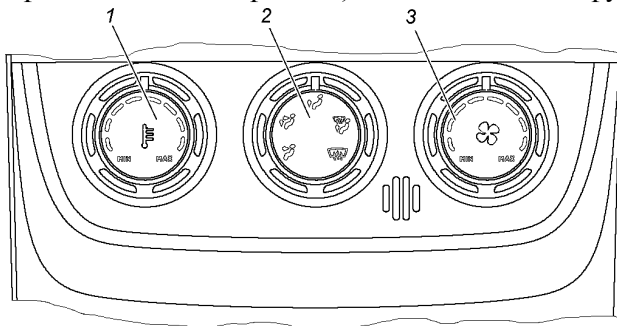

Рис. 3.12. Пульт управления отопителем:
Для подогрева поступающего в салон воздуха поверните рукоятку 1 (рис. 3.12) по часовой стрелке. Рукояткой 2 можно изменять направление потока воздуха по каналам панели приборов согласно пиктограммам, нанесенным на лимб рукоятки:
Приточная вентиляция салона осуществляется по тем же каналам при крайнем положении против часовой стрелки рукоятки 1(см. рис. 3.12). Вытяжная вентиляция осуществляется за счет отверстий в задней обивке крыши и внутренней панели проема двери задка, через опускаемые стекла дверей.
2. Установите рукоятку 1 (см. рис. 3.12) регулировки температуры воздуха отопителя в положение “Закрыто”.
4. Рукояткой 3 (см. рис. 3.12) регулировки скорости вращения вентилятора отопителя выберите желаемую скорость вращения вентилятора. При нахождении рукоятки в положении “MIN” вентилятор включается автоматически и обеспечивает минимальную циркуляцию воздуха через испаритель кондиционера.